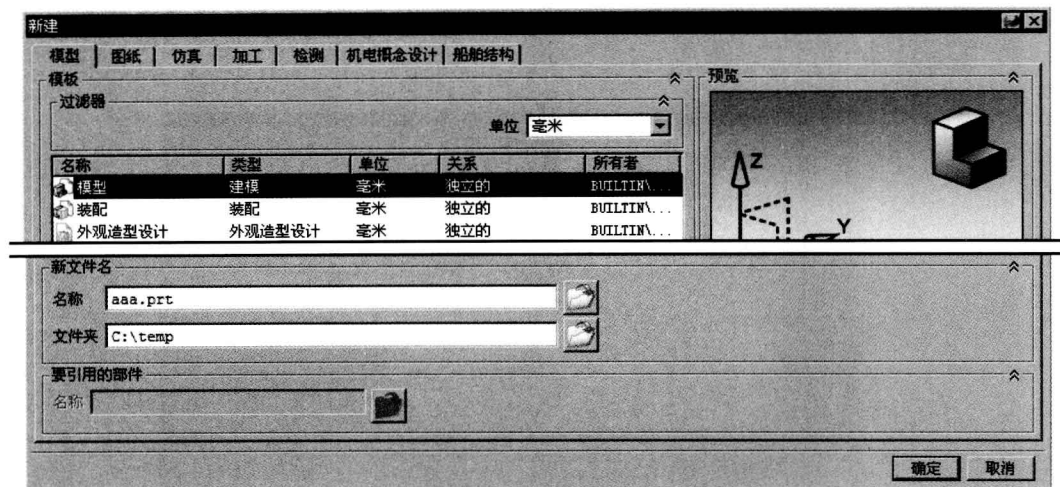

图 3.1.1 “新建”对话框
Step 2 系统弹出如图 3.1.1 所示的“新建”对话框;在 **模板** 选项栏中,选取模板类型为  **模型**,在 **名称** 文本框中输入文件名称(如 aaa.prt),单击“名称”文本框后方的“打开”按钮 ,设置文件存放路径(或者在 **文件夹** 文本框中直接输入文件保存路径。